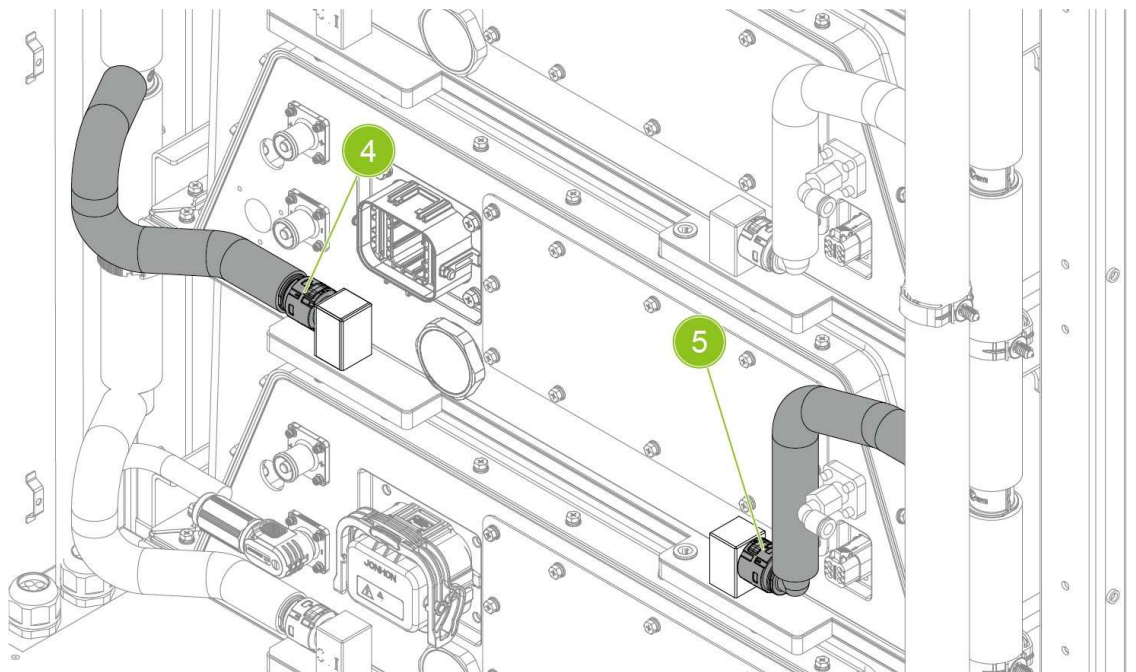

Fig. 9-8 Remova os tubos de refrigerante
3. Conecte o plugue da fonte de alimentação externa do sistema de resfriamento; consulte a Fig. 9-8. Desconecte os cabos de comunicação para localizar o plugue da fonte de alimentação.